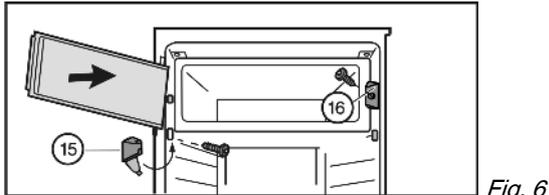

Fig. 6
- ▶ Monter l'élément de fermeture Fig. 6 (16).
- ▶ Monter le support d'appui Fig. 6 (15) et fermer le cache.